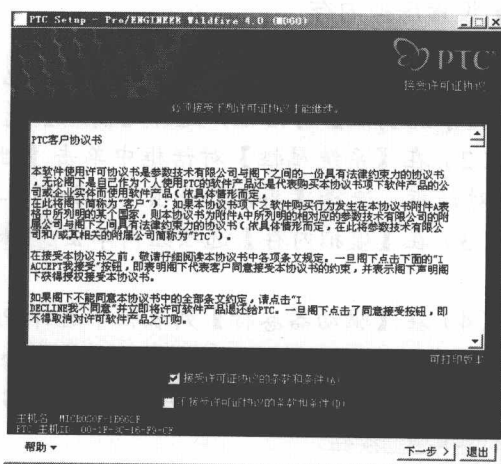

图 1-8 版权页面
(2) 单击 **下一步 >** 按钮, 进入版权页面, 在版权页面勾选【接受许可证协议的条款和条件】复选项, 如图 1-8 所示。